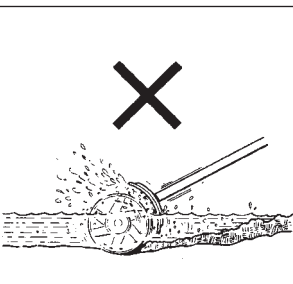

Fig. 3-6
- c. Do not use the unit in water or rooted, vine area. (Fig. 3-6, 7)
- c. Verwenden Sie das Gerät an Wasserstellen und nicht an Stellen mit Wurzeln oder Reben. (Fig. 3-6, 7)